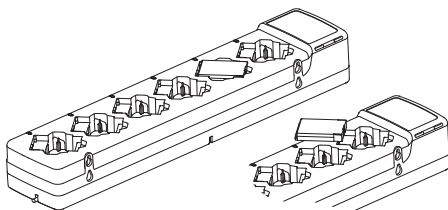

Figure 2: Losse batterij opladen
4. Voor het opladen van een stand-alone batterij, plaatst u de batterij in het compartiment door (zie Afbeelding 2):